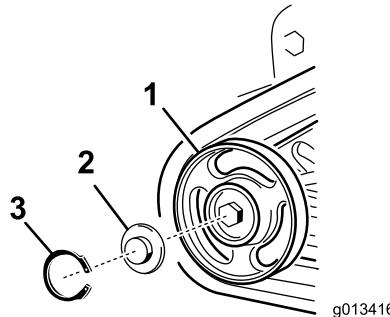

Figure 47
**Remarque:** Il pourra être nécessaire de déposer le galet de roulement extérieur avant. Pour ce faire, enlevez le circlip et le chapeau au centre du galet de roulement (Figure 47). Enlevez ensuite le boulon et le joint au centre du galet, puis déposez le galet de la machine.